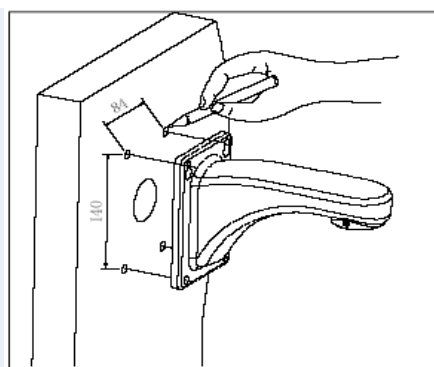

Fig 2
a. Come mostrato in fig. 2, segnate nella parete i fori di installazione utilizzando la stessa staffa, disegnatela e poi forate.